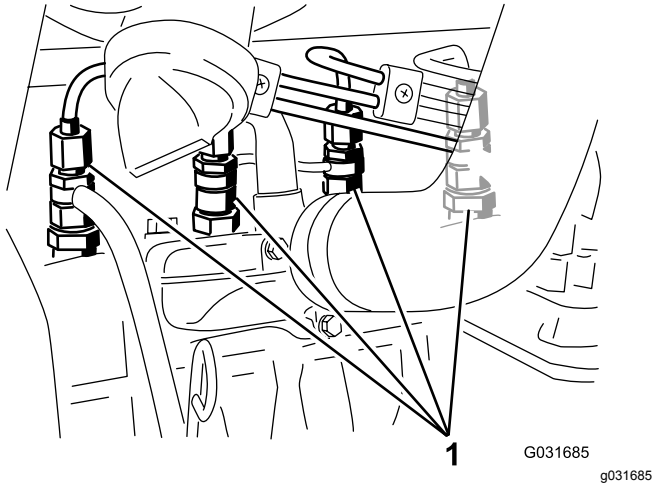

Figura 43
1. Afloje la conexión entre el tubo y el conjunto de boquilla y soporte N° 1 (Figura 43).